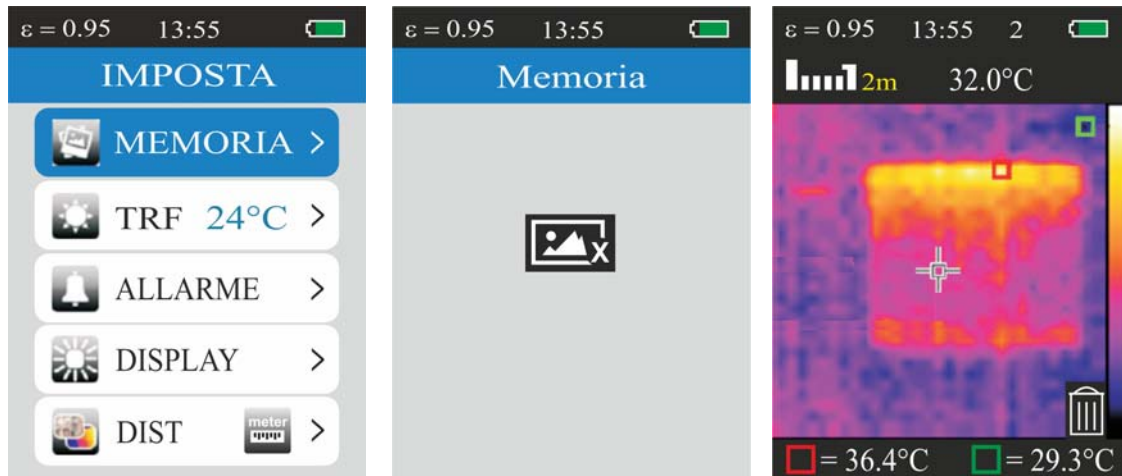

Fig. 12: Visualizzazione immagini salvate in memoria
1. Selezionare la voce "MEMORIA" con i tasti ▼ o ▲ e premere il tasto **Enter**. La videata di Fig. 12 è mostrata a display
2. La videata di Fig. 12 – parte centrale è mostrata nel caso in cui la micro SD card sia vuota (nessuna immagine salvata) o non sia stata inserita nessuna micro SD card
3. La videata di Fig. 12 – parte destra è mostrata quando una immagine salvata è richiamata a display. Il numero nella parte alta del display indica la posizione in memoria dell'immagine salvata
5. Premere il tasto **Enter** sull'immagine richiamata a display. Il simbolo del cestino è mostrato nella parte bassa del display (vedere Fig. 12 – parte destra)